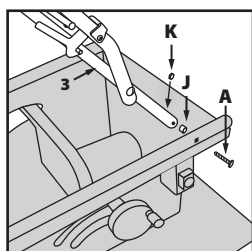

Fig. 7
- Attachez l'élément **4** à l'endroit prévu sur la machine. Veillez à ce que le levier de blocage et la goupille soient du même côté que la molette de levage et d'abaissement/déclage de l'inclinaison. (**Fig. 7**).